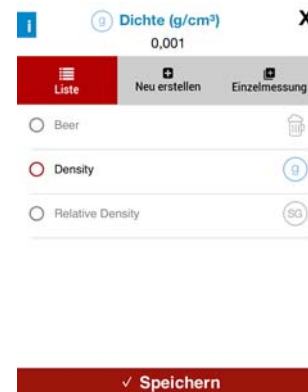

Abb. 9-4: Messergebnis speichern
2. Nachdem ein stabiler Messwert gefunden wurde, erscheint ein Popup-Fenster, in dem Sie wählen können, wie das Messergebnis gespeichert werden soll, siehe Abb. 9-4.